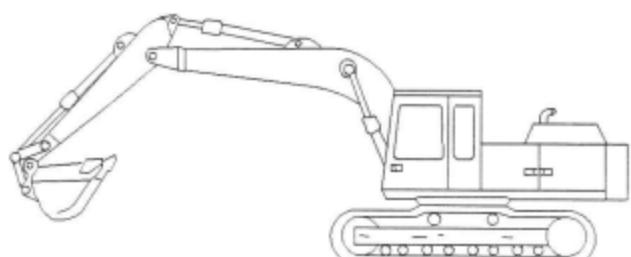

Рис. 16
1. Установите машину на ровной горизонтальной поверхности. Смотрите рисунок 16.